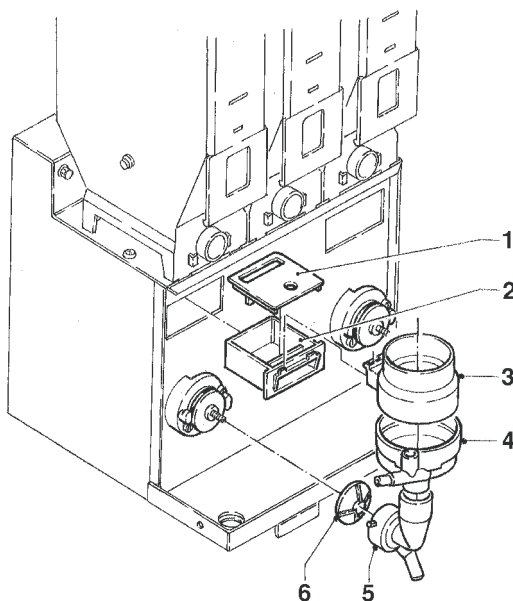

Рис. 19
- снимите воронки для порошка и воды, загрузчики, выдвижные емкости для хранения порошка и лопастные колеса миксеров с миксеров (см. Рис. 19);